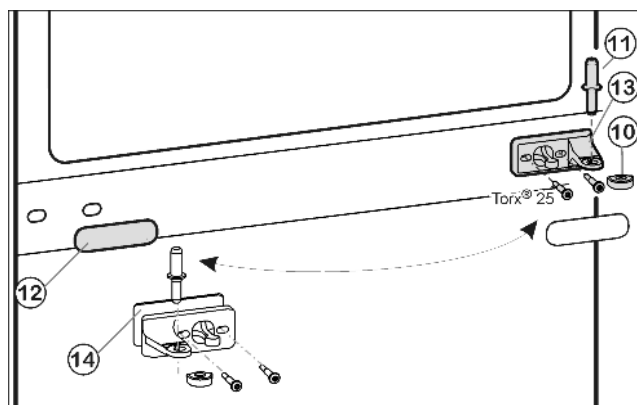
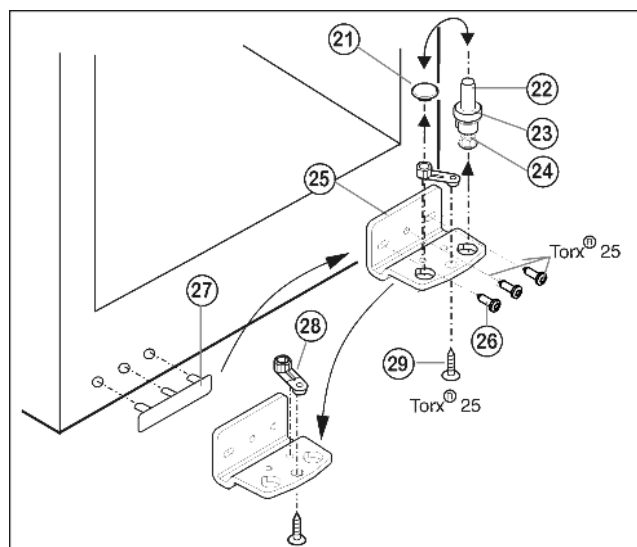

Fig. 5
Fig. 6
- ▶ Wyjąć środkowy sworzeń zawiasu Fig. 5 (11) z płytki zawiasu i dolnych drzwi.
- ▶ Wyjąć zaślepkę z tworzywa sztucznego Fig. 5 (10).
- ▶ Odkręcić środkową płytkę zawiasu Fig. 5 (13)(2 razy Torx® 25).
- ▶ Ostrożnie zdjąć osłonę Fig. 5 (12).
- ▶ Środkową płytkę zawiasu Fig. 5 (13) z podkładką Fig. 5 (14) obrócić o 180° przykręcić mocno na nowej stronie zawiasu (z siłą 4 Nm).
- ▶ Założyć zaślepkę Fig. 5 (12) obrócić o 180° po nowej stronie uchwyty.
- ▶ Trzpień zawiasu Fig. 6 (22) kompletny, z podkładką Fig. 6 (23) i nóżką Fig. 6 (24), wyciągnąć do góry.
- ▶ Unieść zatyczki Fig. 6 (21).
- ▶ Odkręcić Fig. 6 (25) płytkę zawiasu Fig. 6 (26).
- ▶ Odkręcić element zawiasu Fig. 6 (28), przenieść do przeciwległego otworu zawiasu i tam dokręcić.
- ▶ Zdjąć i przenieść osłonkę po stronie uchwyty Fig. 6 (27) na przeciwległą stronę.
- ▶ Przykręcić mocno płytkę zawiasu Fig. 6 (25) na nowej stronie (z siłą 4 Nm), w razie potrzeby za pomocą wkrętarki akumulatorowej.
- ▶ Zatyczki Fig. 6 (21) ponownie włożyć do innego otworu.
- ▶ Trzpień zawiasu Fig. 6 (22) kompletny, z podkładką i nóżką włożyć ponownie. Przy tym zwrócić uwagę, by krzywka zatrzaskowa wskazywała do tyłu.
- ▶ Założyć dolne drzwi od góry na dolny sworzeń zawiasu Fig. 6 (22).
- ▶ Ponownie założyć zaślepkę z tworzywa sztucznego Fig. 5 (10) na środkową płytkę zawiasu Fig. 5 (13).
- ▶ Po nowej stronie zawiasu przenieść środkowy sworzeń zawiasu Fig. 5 (11) przez środkową płytkę zawiasu Fig. 5 (13), wkładając go w dolne drzwi.
- ▶ Założyć górne drzwi na środkowy sworzeń zawiasu Fig. 5 (11).
- ▶ Korzystając ew. z obu podłużnych otworów w dolnej płytce zawiasu Fig. 6 (25) i środkowej płytce zawiasu Fig. 5 (13) ustawić drzwi w jednej linii z obudową urządzenia. W tym celu wykręcić środkową śrubę z płytki zawiasu u dołu Fig. 6 (25).